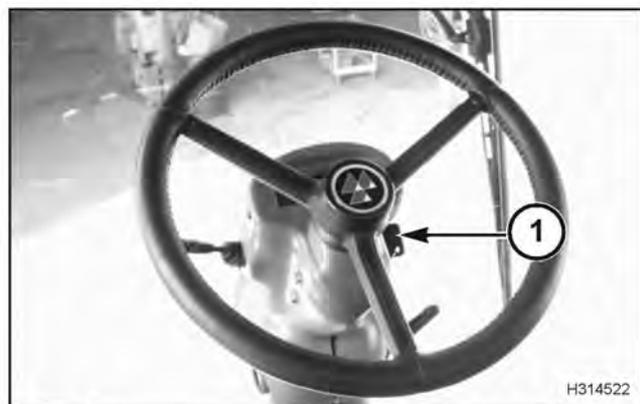

FIG. 15
FIG. 15: Interruptor de encendido (1): presenta 4 posiciones: ACC, OFF (apagado), ON (encendido) e inicio (START). En la posición de apagado (OFF), el suministro eléctrico está disponible para el encendedor de cigarrillos, el receptáculo de energía auxiliar, las luces de servicio, los faros, las balizas y las luces de giro, las de interior de cabina y la bocina.